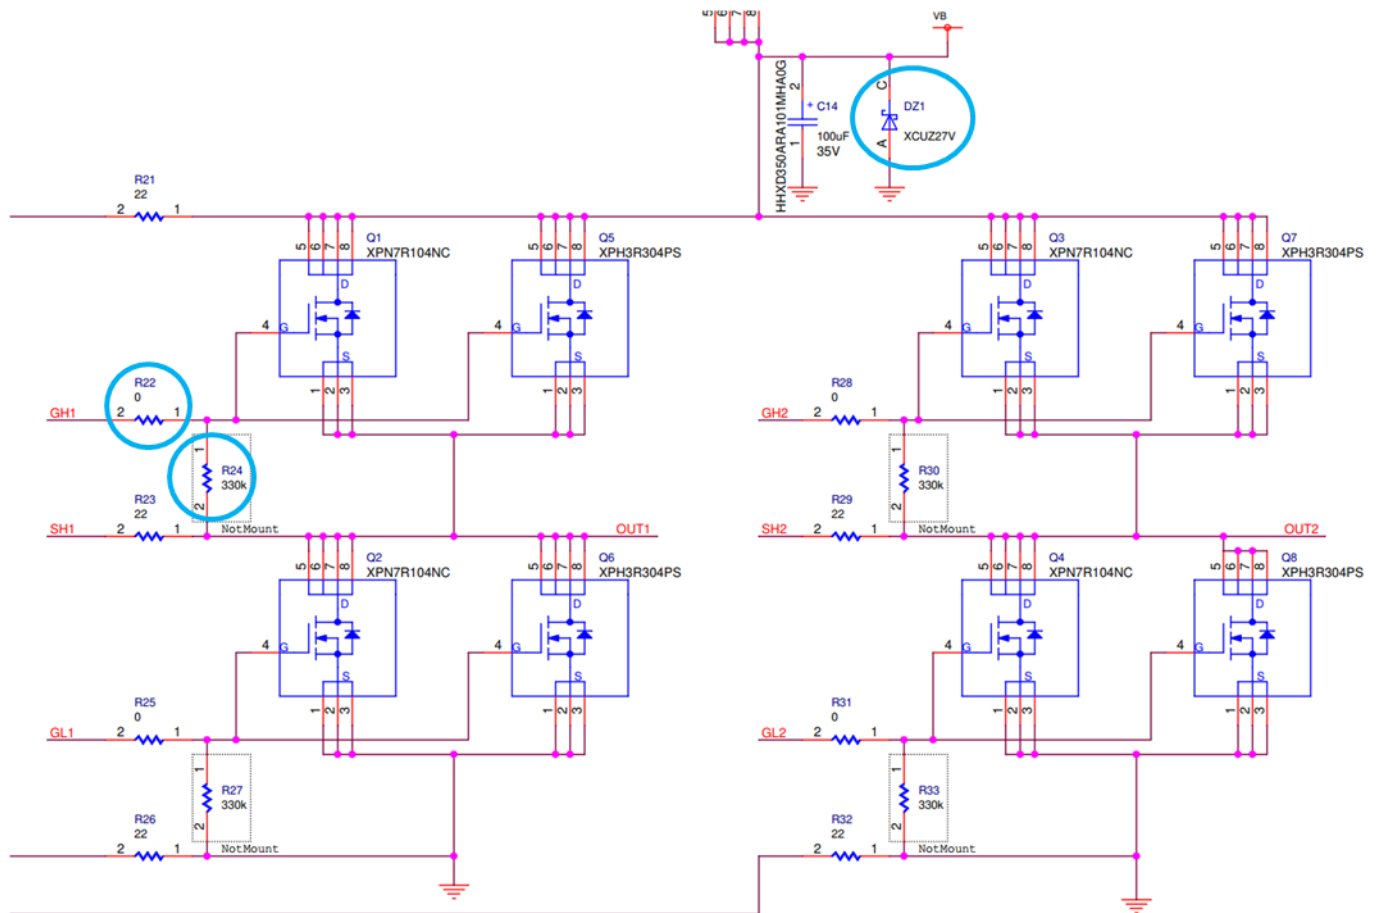

図 4.4 モーター駆動ブリッジ回路
モーター駆動ブリッジ回路の回路図を図 4.4 に示します。本デザインはパワー-MOSFET で構成した H-bridge 回路をゲートドライバ IC TB9103FTG によって制御することでブラシ付き DC モーターの駆動を行います。モーター駆動ブリッジ回路に使用するパワー-MOSFET は XPN7R104NC または XPH3R304PS の定格電流が異なる 2 種類から選択できます。XPN7R104NC は TSON Advance(WF) パッケージ、XPH3R304PS は SOP Advance(WF) パッケージの製品です。